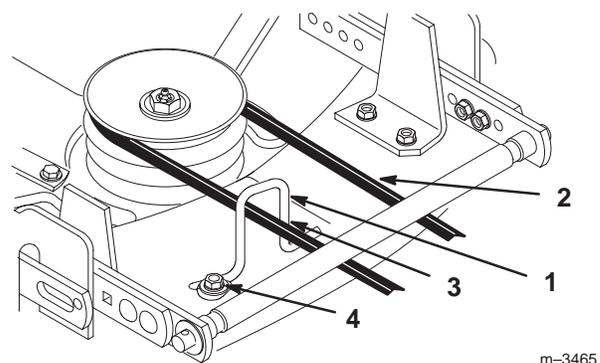

Bild 14
9. Lösen Sie die Riemenführungsschraube (Bild 14).
10. Stellen Sie die Riemenführung ein, so dass sie den Riemen am inneren Arm der Führung (zur Mitte des Mähwerks) berührt (Bild 14).